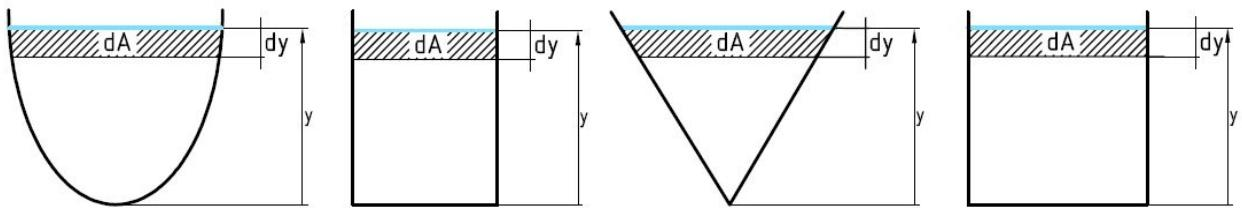

Figura 11: Secciones transversales de diferentes canales de riego
Se quiere construir un canal de riego para viñedos de una importante bodega (Figura 11). Como el canal es abierto, se sabe que el flujo puede darse en tres regímenes: crítico, subcrítico (lento y tranquilo) y supercrítico (rápido y torrencial). El régimen crítico es un estado inestable poco recomendado para el diseño de estructuras hidráulicas. Es por tanto necesario obtener una ecuación característica de este régimen que permita reconocerlo y evitarlo. Posteriormente, es conveniente determinar las variables posibles de controlar con el diseño del canal para que el régimen del flujo sea supercrítico y el agua fluya rápidamente.
3. Observe la Figura 11 y determine qué geometrías del canal son posibles bajo la suposición que dA/dy sea constante. Justifique su respuesta.